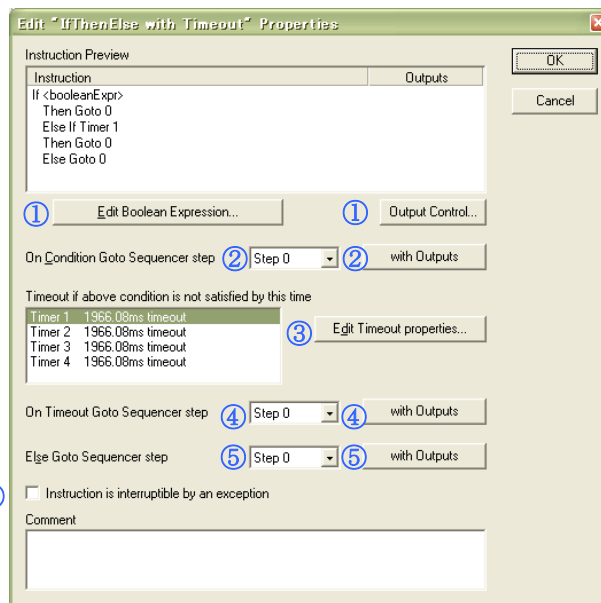

図 3-23 If/Then/Else with Timeout インストラクションの設定画面
上記画面にて If <booleanExpr> Then Goto 0 Else If Timer1 Then Goto 0 の行をダブルクリックしますと、図 3-23のような画面が起動します。①～⑤については同時に出力設定も可能です。